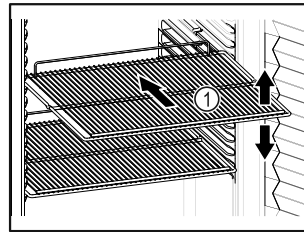

Fig. 63 Ενδεικτική απεικόνιση
- ❑ Εάν οι σχάρες Fig. 63 (1) είναι ρυθμιζόμενες, προσαρμόστε τα ανάλογα με το ύψος.